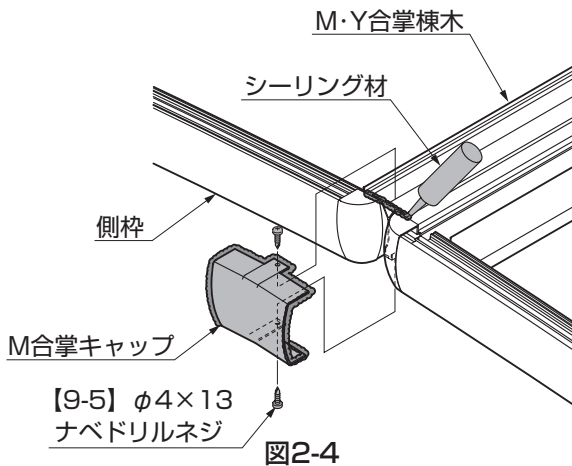

図2-4
- ③ M合掌キャップおよびM・Y合掌棟木にシーリング材を充てんし、M合掌キャップを【9-5】で取付けてください。(図2-4参照)